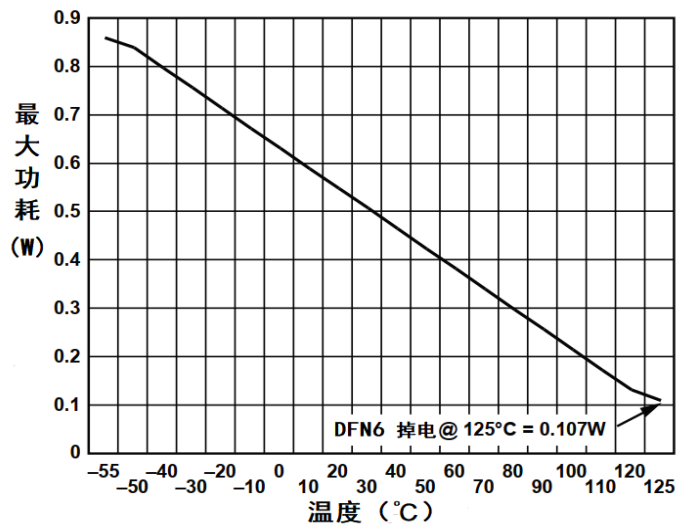

图 1 最大功耗和温度的关系
1. 这是芯片安装在标准两层 PCB 上的参考值, 表格给出了最坏情况, 可参考图 1 最大功耗与环境温度 (T_A) 的关系。